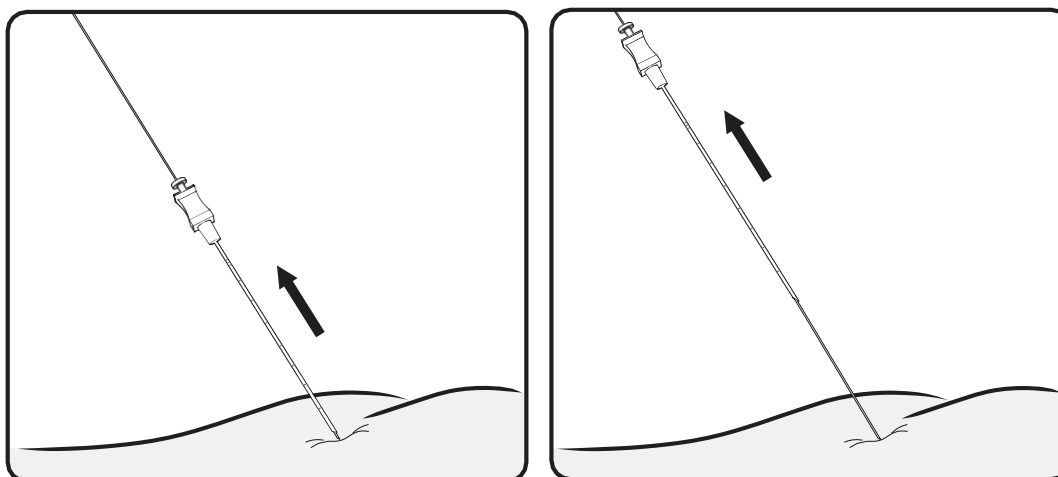

Figura 9: Retire la aguja de foramen.
4. Mientras mantiene la guía direccional en su lugar, deslice suavemente la aguja de foramen sobre dicha guía hasta que salga del foramen; deje la guía en su posición (Figura 9).